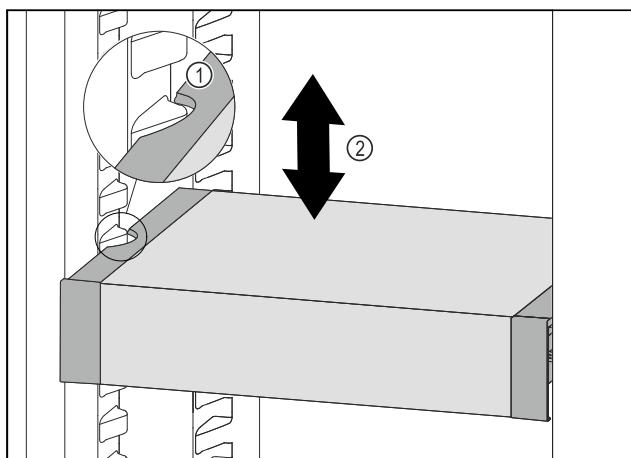

Fig. 146
- ▶ Тяните VarioSafe вперед, пока боковые выемки VarioSafe не окажутся на высоте выступа резервуара в холодильном отделении. Fig. 146 (1)
- ▶ Двигайте VarioSafe в холодильном отделении вверх или вниз, пока не будет достигнута требуемая высота. Fig. 146 (2)